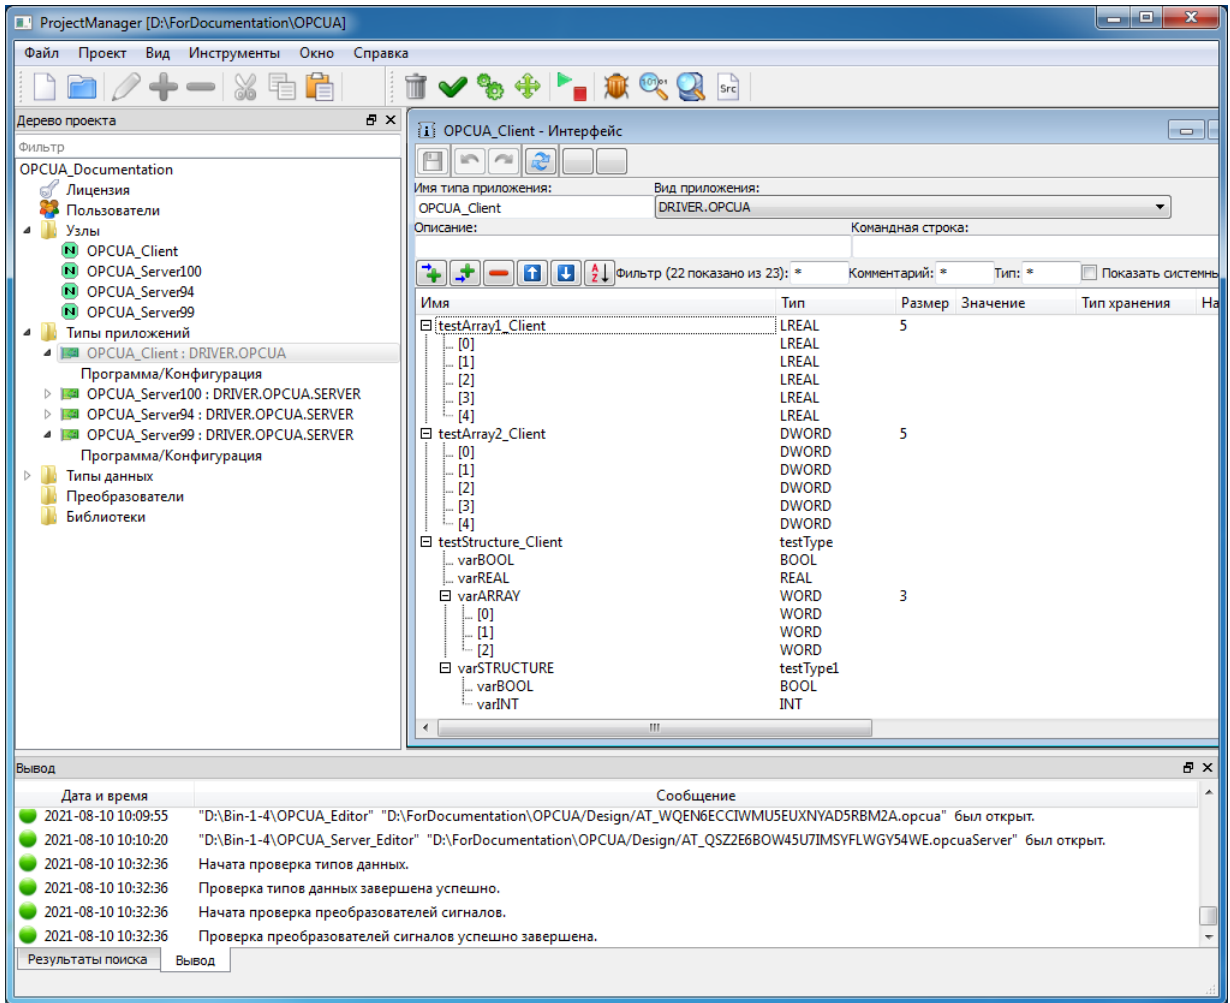

Рисунок 3.239 - Интерфейс приложения OPCUA_Client
4.4 Интерфейс приложения OPCUA_Client представлен на рис. 3.239.